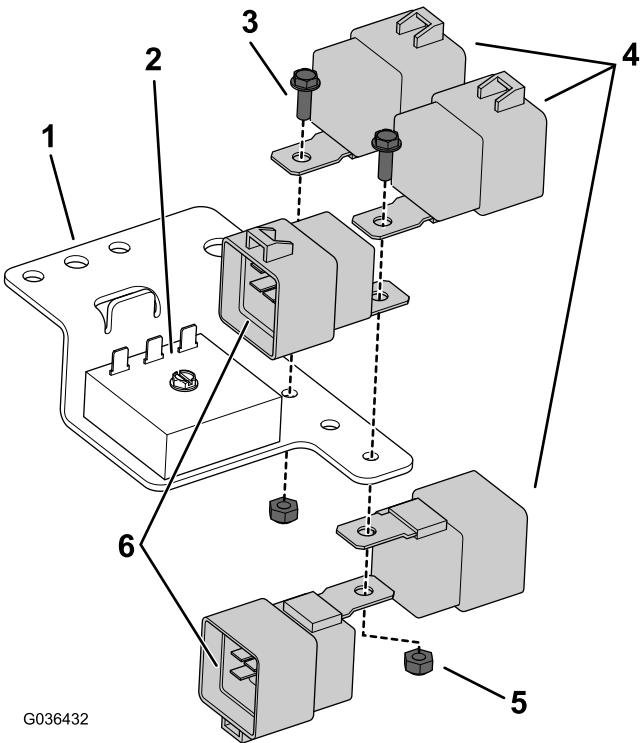

図 26
1. リレー 5 個をブラケットに取り付けるボルト 10-24 x 0.56" 2 本とロックナット 2 個を使用する図 26。
- デッキ用ハーネスのコネクタ3個と遅延ワイヤーハーネスのコネクタ2個を、リレーブラケットに先ほど取り付けた5個のリレーに接続する。接続の向きについては図26を参照する。